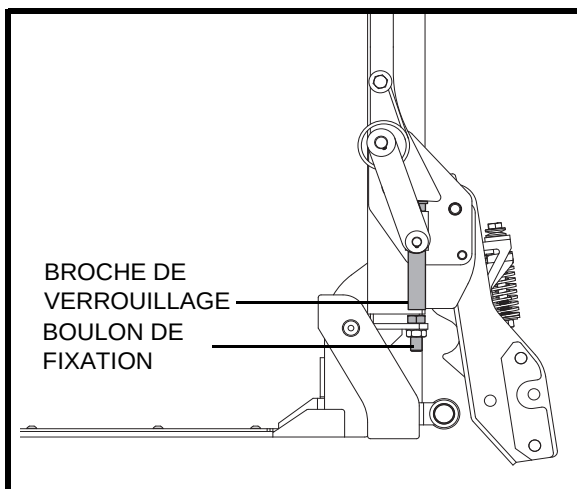

Figure 5. Réglage du boulon de fixation et de la broche de verrouillage
9. Réglez le boulon de fixation sur le cadre H qui actionne la broche du bras de verrouillage. Ce réglage devrait comprimer le ressort sur le pied pivot du bras de verrouillage pour assurer un bon arrimage du produit lorsqu'il est en position rentrée. **Voir la figure 5.**